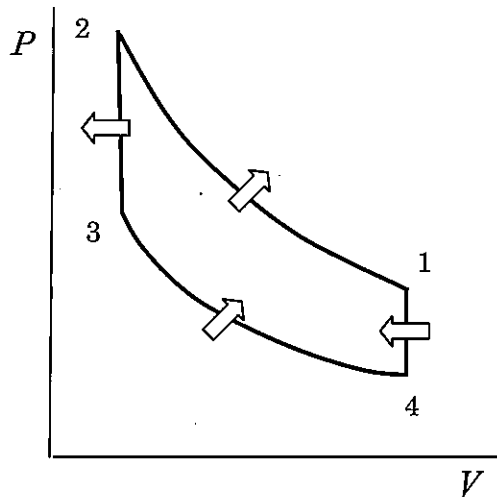

図2
- 【2】 P - V (圧力-容積) 線図が図2で表されるサイクルを考える。状態1から、質量 m の作動ガスを圧縮して発生した熱がこの系から取り去られ、等温のまま状態2となる。その後、ガスは容積一定で冷却され、状態3となる。次に、ガスを等温で膨張させることにより、この系の外部から熱を奪い、状態4となる。最後に、容積一定でガス温度を上昇させ、状態1に戻る。状態2から状態3へ変化するとき、この系から外部に出る熱は、熱交換器を通して完全に再利用されて、状態4から状態1へ変化する際にこの系に入る熱に等しい。ここで、ガスは理想気体とし、ガス定数を R 、定容比熱を c_v とする。また、状態 i における状態量はそれぞれ添字 i を付ける。圧縮比 $\varepsilon = V_1/V_2$ とする。以下の問いに答えよ。
- (1) T - S (温度-エントロピー) 線図を描き、熱の流れも示せ。
- (2) 状態2から状態3に変化するとき、熱量の変化および外部になす仕事を求めよ。
- (3) 状態3から状態4に変化するとき、熱量の変化および外部になす仕事を求めよ。
- (4) このサイクルの成績(動作)係数を求めよ。